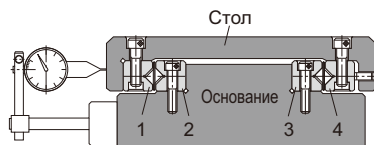

Рис. 1 Установка направляющей с перекрестными роликами
- (3) Расположите основание и стол так, как показано на Рис.1, и затем вставьте роликовый сепаратор с одного конца. Если сепаратор не входит из-за отсутствия зазора, сдвиньте рельс 4 в сторону регулировочного болта и еще раз попробуйте вставить сепаратор.
- (4) Поставьте индикаторную головку, как показано на Рис.1. Затем, равномерно слегка заверните все регулировочные болты, пока зазор не исчезнет практически полностью, одновременно несильно прижимая стол вбок.
- (5) Закрепите ограничитель на конце рельса.
- (6) Сдвиньте стол и отрегулируйте положение сепаратора так, чтобы добиться требуемой длины хода.